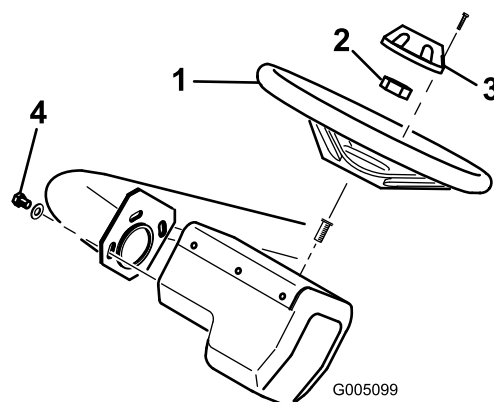

Figura 7
1. Fate scorrere il volante sul piantone dello sterzo e fissatelo con un controdado (Figura 7). Serratelo a 43 Nm.
2. Montate il coprimozzo con l'aiuto della vite (Figura 7).
Nota: Per un maggiore comfort dell'operatore, il volante può essere regolato avanti o indietro allentando le tre viti di fissaggio, portando il volante alla posizione desiderata e serrando infine le viti (Figura 7).